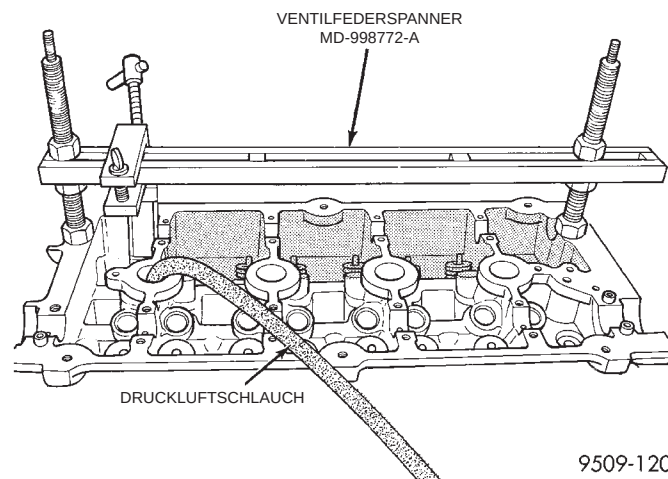

Abb. 43 Aus- und Einbau der Ventilfeder
(1) Nockenwellen wie in diesem Kapitel beschrieben ausbauen.
(2) Kurbelwelle drehen, bis der Kolben im Verdichtungshub OT erreicht hat.
(3) Druckluftschlauch an den Adapter anschließen, der in der Zündkerzenbohrung montiert wurde. Mit 6,2 - 8,3 bar (90-120 psi) beaufschlagen.
(4) Mit Spezialwerkzeug MD-998772-A (Ventilfederspanner) und Adapter 6779 (Abb. 43) Ventilfedern zusammendrücken und Kegelstücke abnehmen.
(5) Ventilfeder abnehmen.
(6) Ventilschaftabdichtung mit einem geeigneten Werkzeug demontieren.
(2) Ventilfeder und oberen Federteller einbauen. Mit Spezialwerkzeug MD-998772A (Ventilfederspanner) Ventilfeder nur so weit zusammendrücken, daß die Kegelstücke montiert werden können (Abb. 43). Werkzeug richtig ansetzen, um Ventilschäfte nicht zu beschädigen.
(3) Druckluftschlauch abnehmen und Zündkerzen eindrehen.
(4) Nockenwellen wie in diesem Kapitel beschrieben einbauen.
(5) Ventildeckel wie in diesem Kapitel beschrieben einbauen.